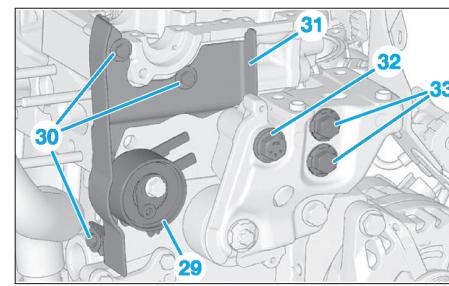
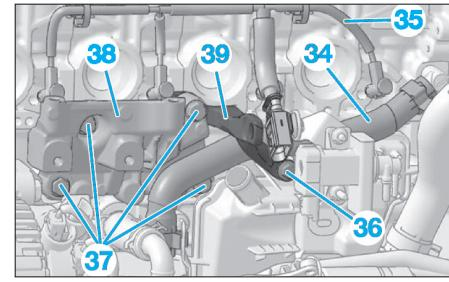
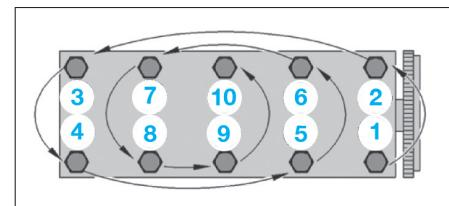

Fig. 80
Fig. 81
Fig. 82
- Déposer (Fig.80) :
- le galet tendeur (29) de la courroie de distribution,
- les vis (30) puis la protection (31),
- les vis (32) et (33).
- Déposer (Fig.81) :
- la durite de refroidissement moteur (34),
- le faisceau des bougies de préchauffage (35),
- les vis (36) et (37),
- le support de filtre à carburant (38),
- le support (39).
- les vis de culasse dans l'ordre indiqué (Fig.82),